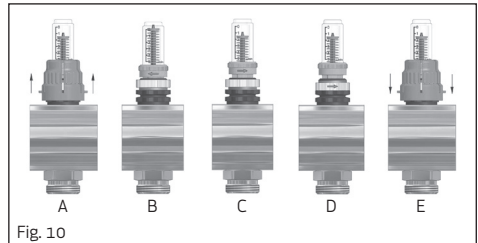

Fig. 10
- a. Quitar la tapa naranja como se ilustra en la Fig. 10-A.
- b. Llevar el FLUXER hacia la posición de cierre girando la rosca superior en el sentido indicado por la flecha que se ilustra en la Fig. 10-B. En posición de cierre el indicador visualizará un valor de caudal nulo.
- c. Abrir nuevamente la misma rosca en sentido contrario (Fig. 10-C), verificando en el vidrio el valor correcto de caudal.
- d. Enroscar en el sentido indicado por la flecha como se ilustra en la Fig. 10-D la rosca de abajo hasta la parada mecánica.
- e. Reposicionar por último la tapa naranja (Fig. 10-E).